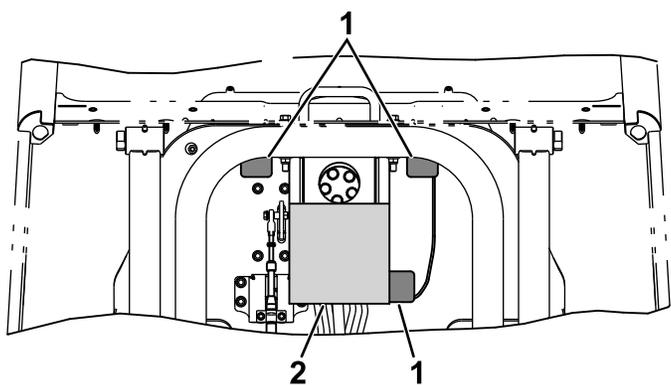

図 6
6. ステアリングパッドの裏紙を剥がしてパッドを貼り付ける 図 6。
7. 取り付けタブプラグ3枚の裏紙を剥がして、フロアパンに開いている穴の上にプラグを貼り付ける 図 6。